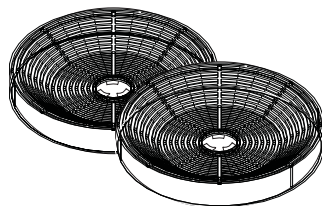

Рис. 18
Угольные фильтры (2 шт.) (Рис.18) применяются исключительно в том случае, если вытяжка не подсоединена к вентиляции.
- б) установить угольные фильтры на входные решетки моторов вогнутой стороной к решетке (Рис. 18),